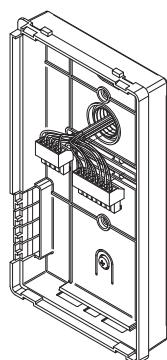
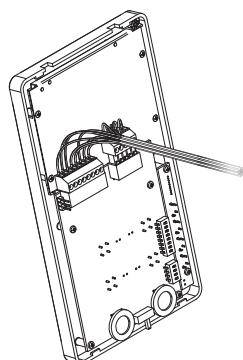

Fig. 5
Fig. 6
5. Comme illustré sur la **Fig. 5**, effectuer le raccordement des conducteurs aux borniers mobiles selon le schéma fourni. Connecter les borniers à l'électronique ancrée au couvercle de l'interphone vidéo comme illustré sur la **Fig. 6** et procéder au test de l'installation avant de fermer l'interphone vidéo : les trimmers de réglage du contraste et de saturation de l'image sont accessibles uniquement avec l'interphone vidéo ouvert. Pour activer l'écran et voir les changements, utiliser la fonction « Allumage automatique » en appuyant sur le bouton).